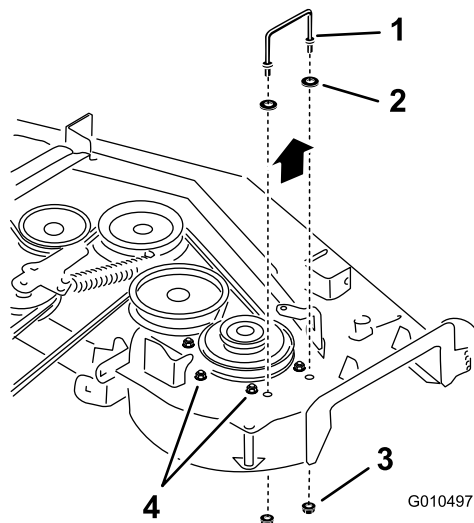
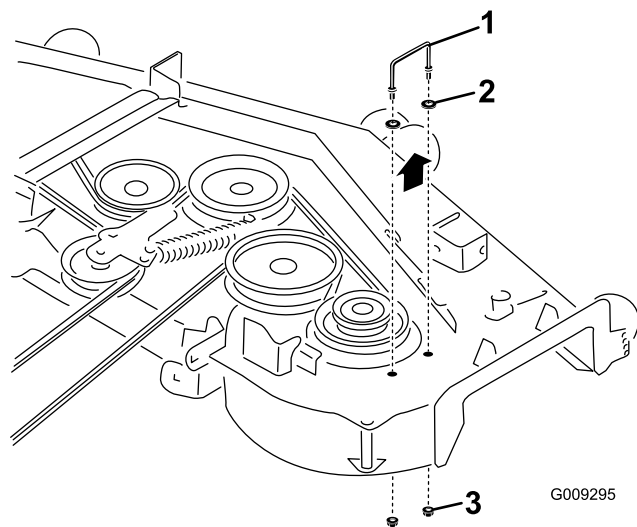

Figura 5
Figura 6
3. **Solo para segadoras de 122 cm y 132 cm:** afloje los pernos que sostienen el eje derecho a la carcasa de la segadora (Figura 5).
4. Retire el soporte de la cubierta derecha de la correa existente (Figura 5 y Figura 6).